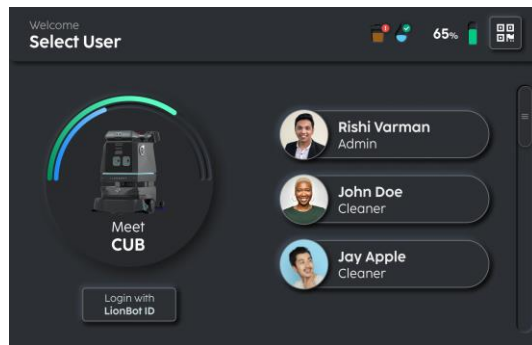

FIGURE 3-15
1. Sélectionnez le compte local pour la connexion (Fig. 3-15).